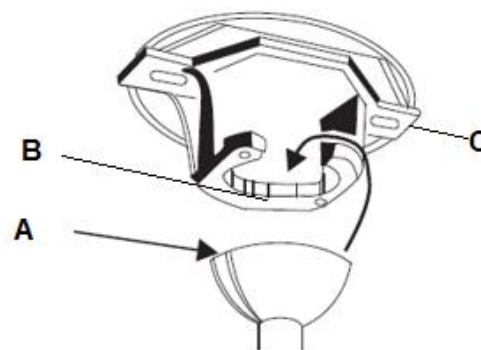

Imagen 5
Levante el conjunto del ventilador y móntelo en el soporte. Asegúrese de que la ranura de llave (A) del florón esté sobre la clavija de llave (B) del soporte (C) para evitar que el ventilador se mueva cuando esté funcionando. (Imagen 5)
- Cuelgue el ventilador (consulte «Cómo colgar el ventilador» en la página 6, imagen 5).
- Conecte el conector rápido del soporte (1) al conector rápido de la entrada de corriente del receptor (2).
- Conecte el conector rápido de la salida del receptor (3) al conector rápido del ventilador (4).